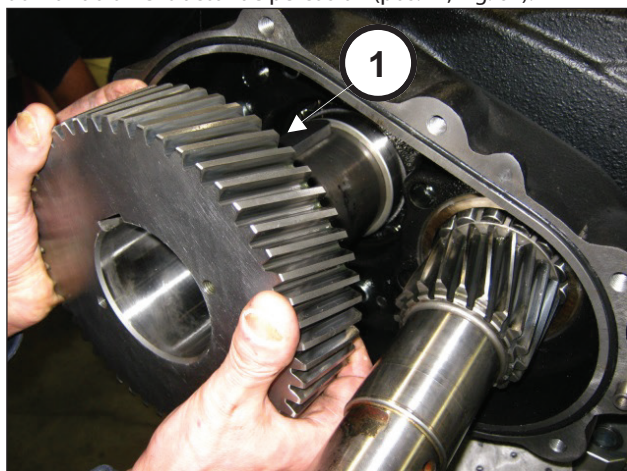
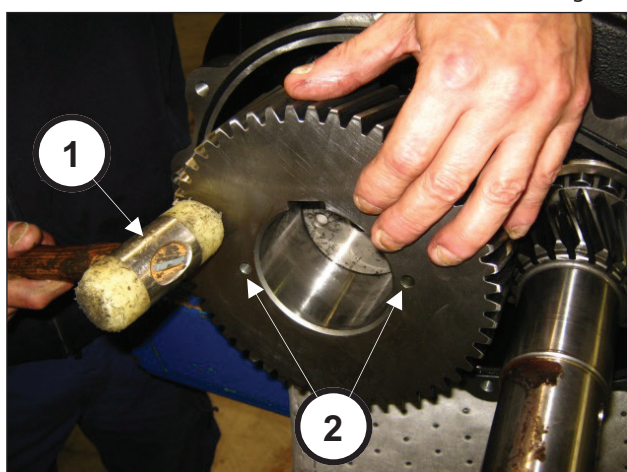

Fig. 66
Fig. 67
Introducir la corona en el eje (pos. ①, Fig. 66) a fondo utilizando un extractor de percusión (pos. ①, Fig. 67).
Montar la corona de modo que los dos orificios M8 utilizados para la extracción estén orientados hacia la parte externa de la bomba (pos. ②, Fig. 67).